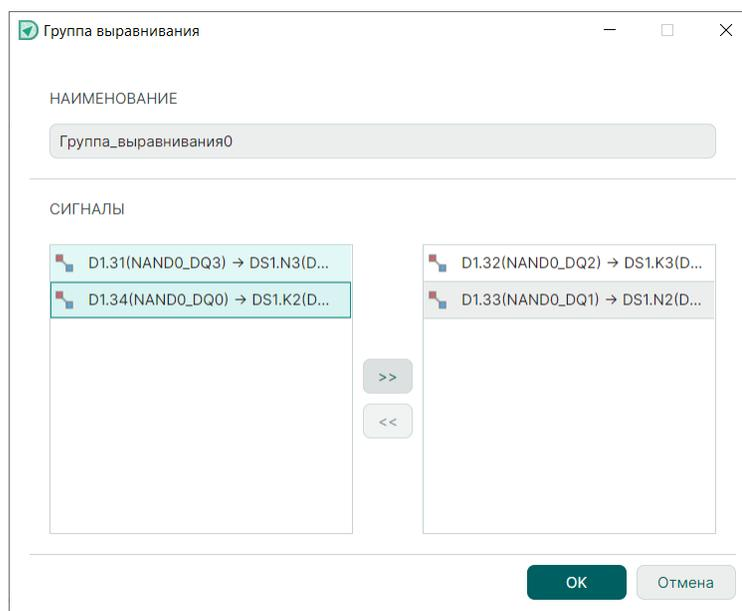

Рис. 403 Наполнение группы выравнивания
2. Задайте имя группы выравнивания и перенесите из левой части поля «Сигналы» в правую часть необходимые сигналы с помощью кнопок перемещения, см. Рис. 403.